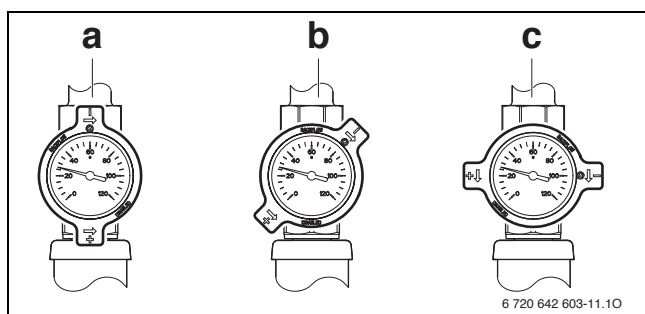

Fig. 21 Dispositivo de cierre con freno por gravedad en el retorno
- ▶ Si la bomba solar de alta eficiencia está en marcha durante varias horas, purgar el sistema solar mediante el purgador automático en la bomba solar de alta eficiencia (→ imagen 21, [3], página 17) y el purgador del tejado (cuando se disponga de él).